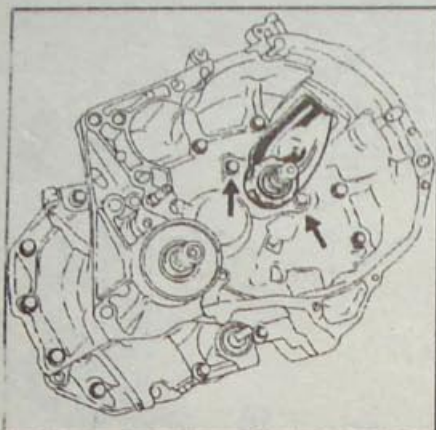

Рис. 6.30. Расположение болтов крепления направляющей втулки подшипника выключения сцепления
- Выверните два болта крепления направляющей втулки подшипника выключения сцепления (рис. 6.30).